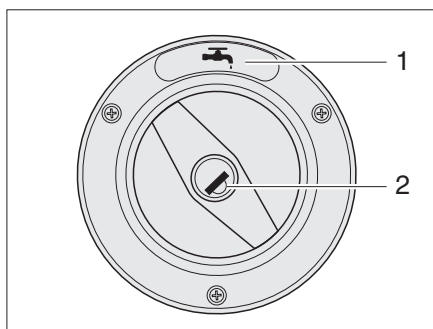

Fig. 9 Coperchio per bocchettone di riempimento dell'acqua potabile
- ▷ Il bocchettone di riempimento dell'acqua potabile è contraddistinto dal simbolo "ACQUA" (Fig. 9,1) o dalla scritta "ACQUA".
- Inserire la chiave nel cilindro della serratura (Fig. 9,2) e ruotare in senso antiorario.